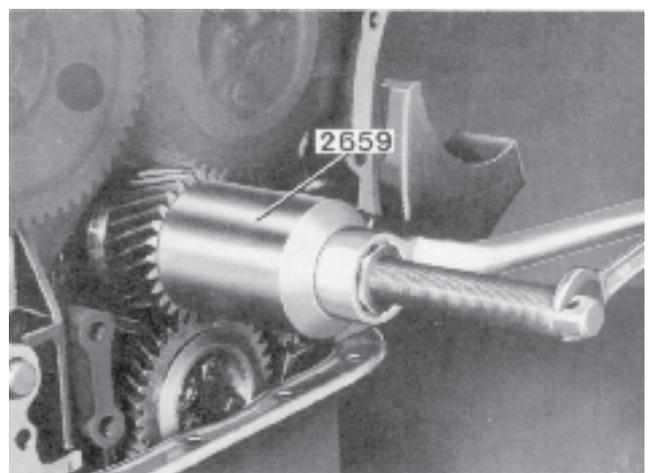

Fig. 80. Montage du pignon de vilebrequin
1. S'assurer que la clavette du vilebrequin a été remise en place. Remonter le pignon de vilebrequin en se servant de l'outil 2659 (figure 80).